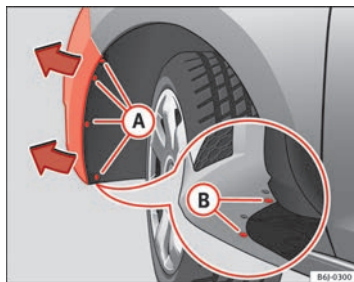

Fig. 172 Farol de nevoeiro: acesso ao conector e ao porta-lâmpadas
- Retire os 4 parafusos (A) ⇒ Fig. 172 do interior do passa roda e os 2 parafusos inferiores (B) ⇒ Fig. 172 do pára-choques, precisando para isso de uma chave de parafusos.